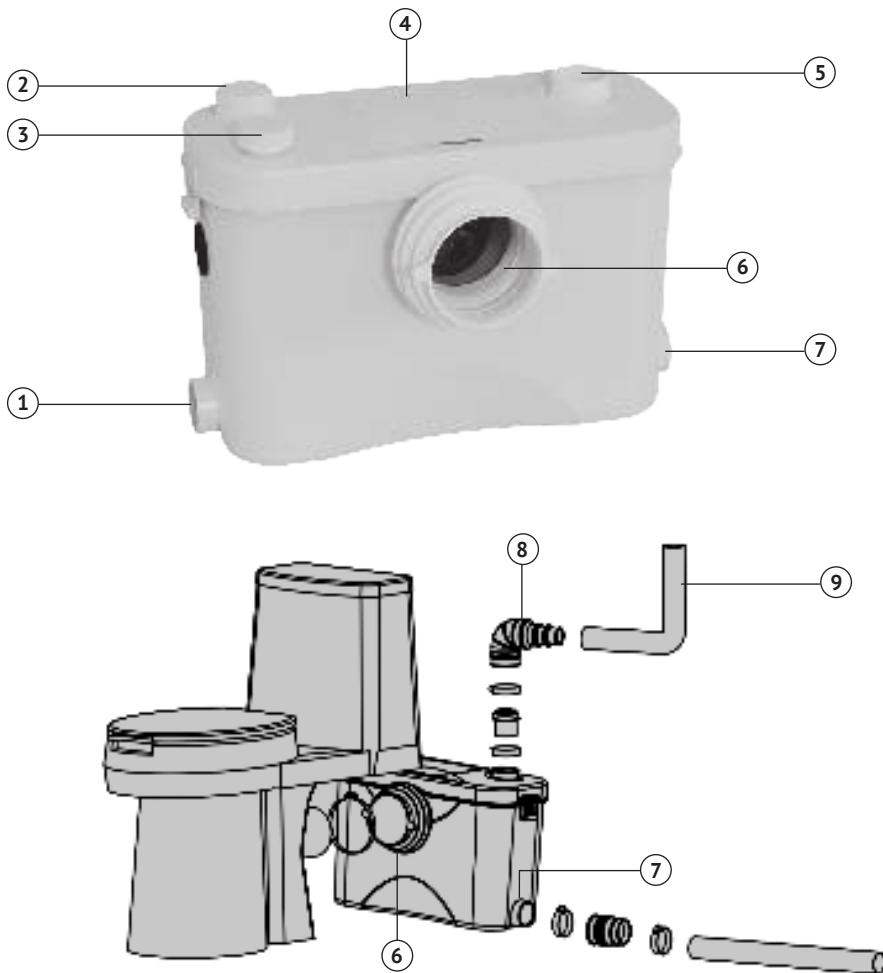

Рисунок 2 – Устройство КНС
КНС (см. рисунок 2) - это компактное устройство, объединяющее в себе накопительную емкость, фекальный насос с режущим механизмом и блок управления для автоматической работы станции.
- Разборка КНС (кроме снятия крышки для технического обслуживания поз. 4, рисунок 2) и ремонт должны осуществляться только специалистами сервисной службы.